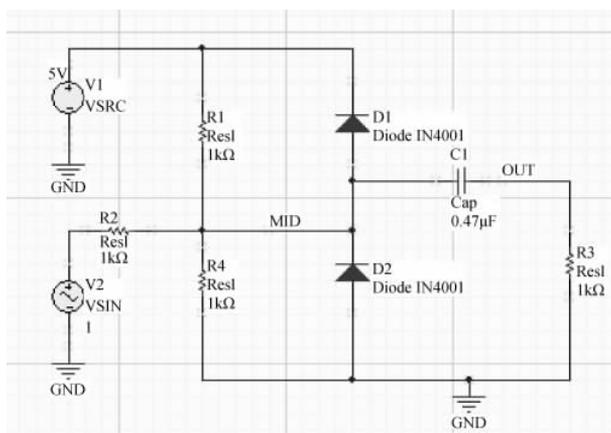

图 3-29 为电路指定网络标识符
(7) 为了分析方便,按图 3-29 所示为电路的一些节点指定网络标识符。
(8) 保存设计文件,将其保存到 ac_analysis 目录下(可根据情况确定保存路径)。